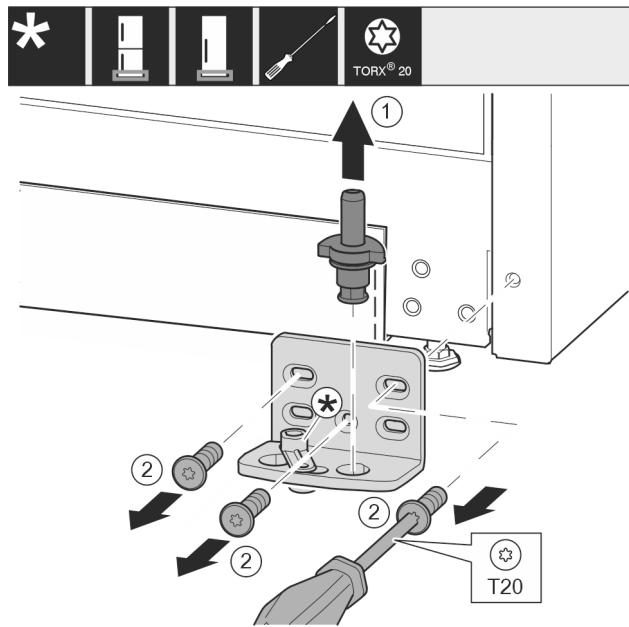

Fig. 16
- ▶ 将轴承螺栓 Fig. 16 (1)完全向上拉出。
- ▶ 将螺钉 Fig. 16 (2)用螺丝刀旋开并取下托架。